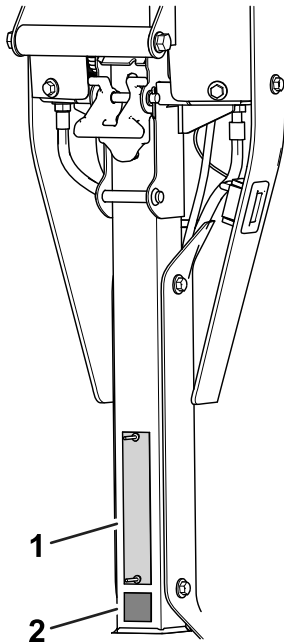

Bild 10
- Bringen Sie den CE-Aufkleber unterhalb des Typenschildes an (Bild 10).